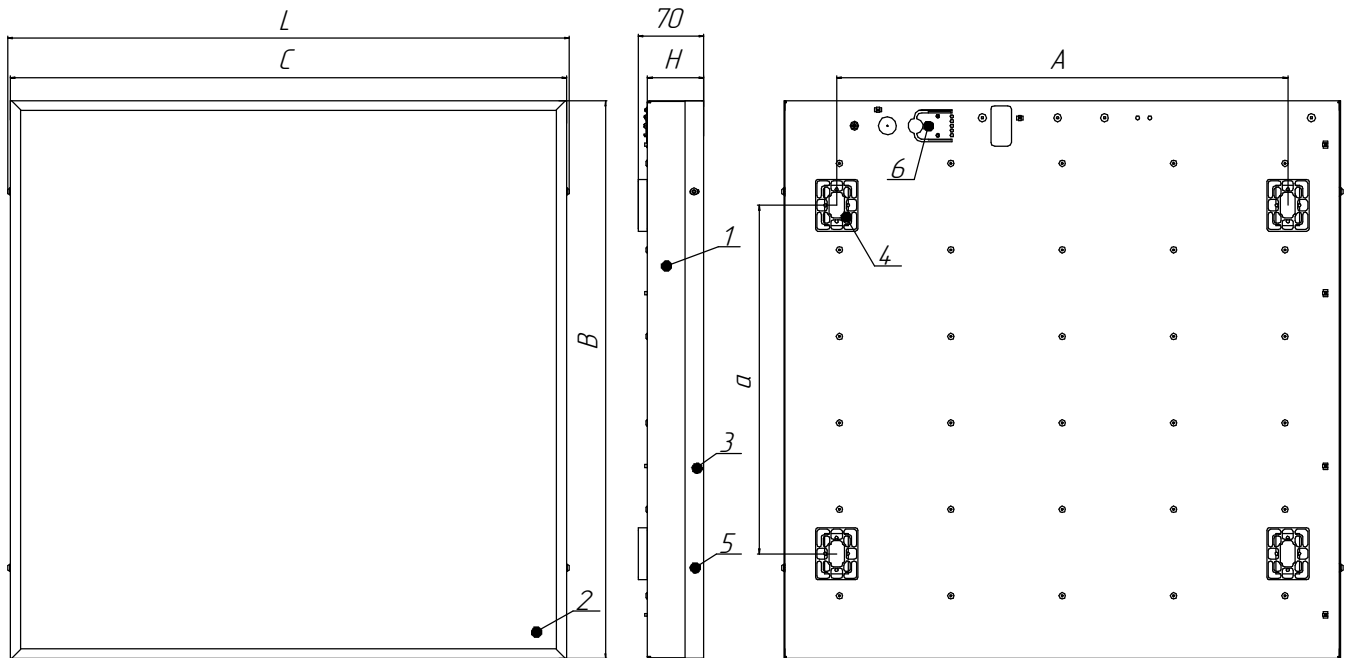

Рисунок 1 - Общий вид светильников
1) Снимите боковую планку поз.3, отвернув удерживающие ее винты поз.5 (см. рисунок 1).